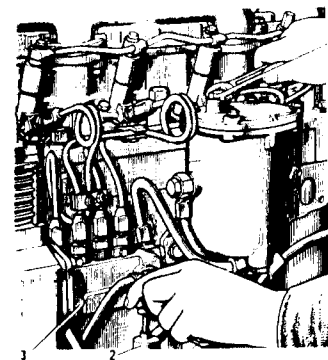

Рис. 7.5. Удаление воздуха из системы топливоподачи:
- отвернуть пробку 3 (рис. 7.5) на корпусе топливного насоса для удаления воздуха и отвернуть на 1–2 оборота штуцер 1 на фильтре тонкой очистки топлива;